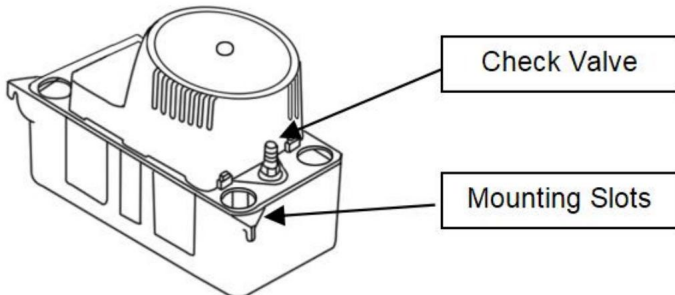

Figure 5
3. Montage der Pumpe: Der Tank verfügt über zwei Schlitze zur Montage der Pumpe. Diese befinden sich an den Enden des Tanks (Abbildung 5). Die Pumpe sollte entweder seitlich am Klimagerät oder an einer nahegelegenen Wand montiert werden. Die Pumpe muss waagrecht ausgerichtet sein und der Einlass muss sich unterhalb des Kondenswasserablaufs befinden. Leitungsverschraubungen sind nicht mit dem Kunststoffgehäuse der Pumpe kompatibel.
2. Die Auslassleitung sollte ein flexibler Schlauch sein, der mit einer Schlauchschelle befestigt wird (nicht bereitgestellt) oder Rohr (*maximal 3/8 Zoll Innendurchmesser*, um einen übermäßigen Rückfluss zum Gerät zu verhindern). Vom Kondensatbehälter aus wird die Abflussleitung so hoch wie nötig gerade nach oben verlängert. Diese Linie darf nicht über den Hub/GPH des jeweiligen Modells hinaus verlängert werden. Von diesem höchsten Punkt aus die Abflussleitung leicht abfallend zu einem Punkt oberhalb des Abflussbereichs; dann nach unten abbiegen und bis zu einem Punkt unterhalb oder ungefähr auf gleicher Höhe mit dem Boden verlängern der Kondensateinheit. Dadurch entsteht ein Saughebereffekt, der die Leistung verbessert. die Effizienz der Kondensateinheit und wird in den meisten Fällen die Notwendigkeit einer Rückschlagventil (Abbildung 5). Falls ein Gefälle der Abflussleitung nicht möglich ist, führen Sie eine... Umgekehrtes „U“ als Falle direkt über der Pumpe am höchsten Punkt.